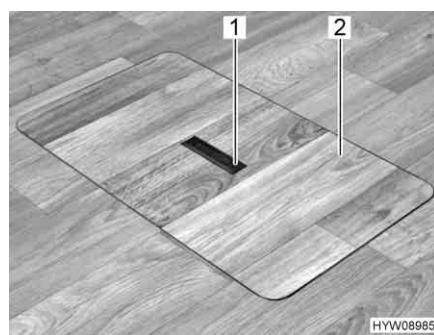
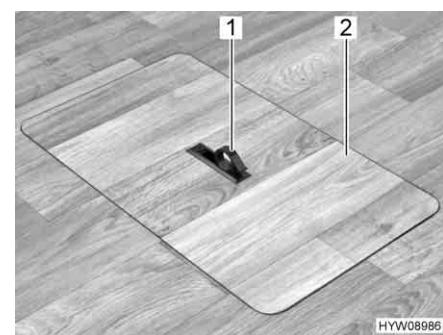

Fig. 76 Copertura vano pavimento
Fig. 77 Copertura vano pavimento
- Spingere la piastra di presa (Fig. 76,1) verso il basso da un lato. La maniglia (Fig. 77,1) viene ruotata verso l'alto.
- Alzare la copertura (Fig. 77,2).
- Collocare la copertura (Fig. 77,2) nell'intelaiatura presente sul fondo.